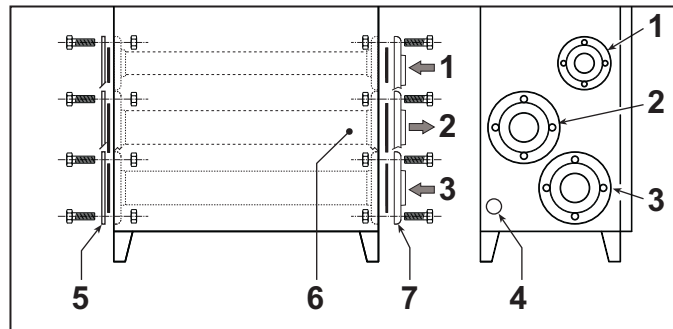
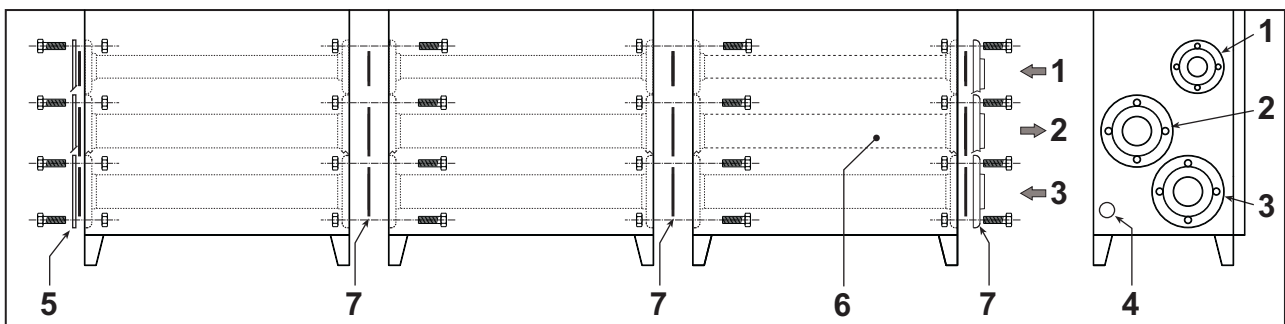

abb. 16
abb. 17
Für den Anschluss des einzelnen Moduls - abb. 16
Für den Anschluss mehrerer Module in Kaskadenschaltung - abb. 17
- Am letzten Modul zum Abschluss die blinden Flansche montieren und die vorgesehenen Dichtungen einfügen (abb. 16 und abb. 17).